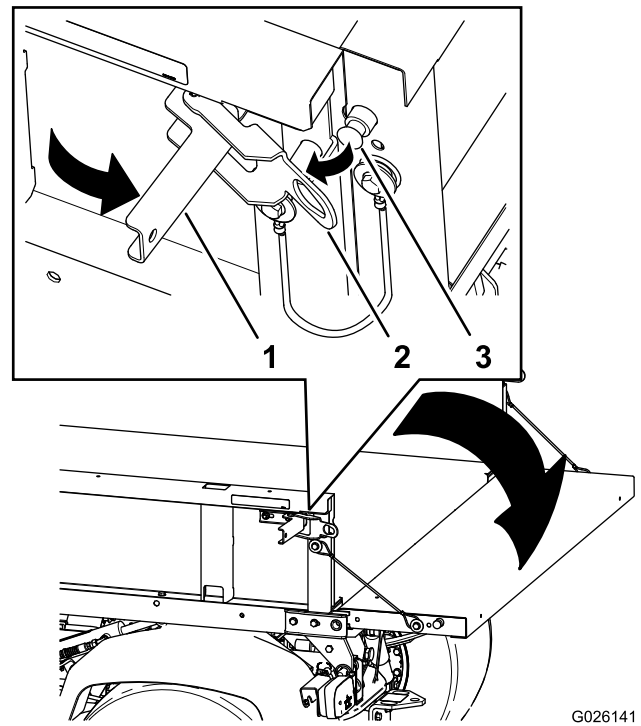

Figura 11
2. Abra los enganches de los lados izquierdo y derecho de la caja de carga, y baje el portón trasero (Figura 11).